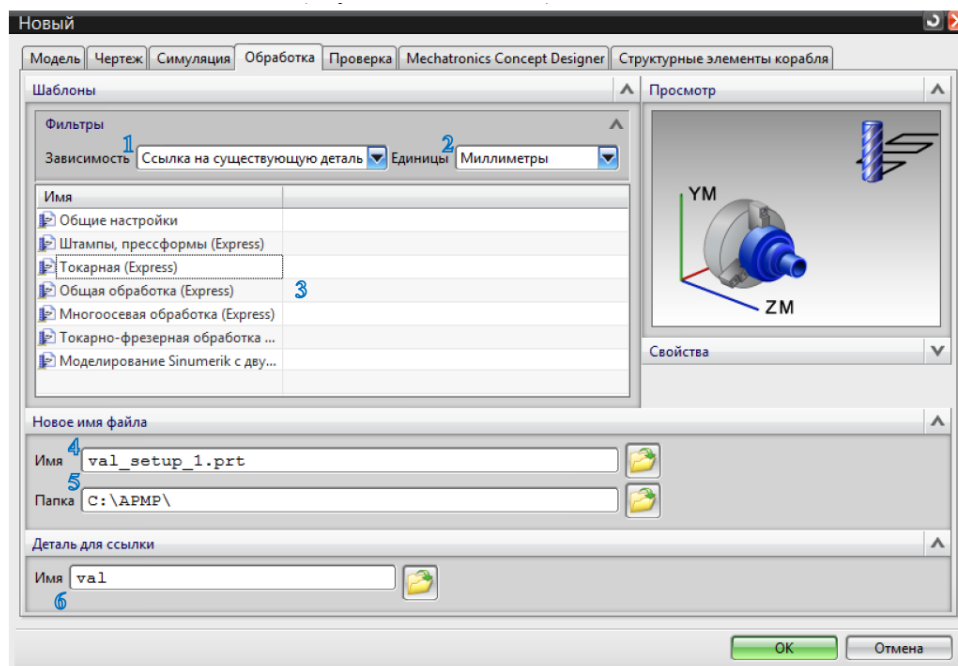

Рис. 4. Инициализация обработки
Окно **Шаблоны** (рис. 4) содержит список шаблонов на разные виды обработки (3) (в нашем случае это Токарная). Во вкладке (1) задается наличие